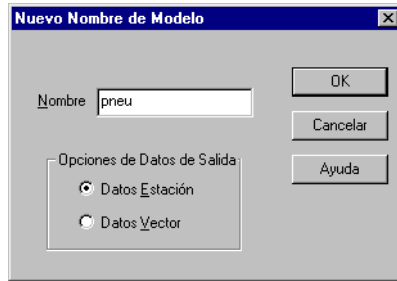

Figura 12.20. Cuadro de Diálogo Nuevo Modelo
4. En Nombre de Nuevo Modelo, Figura 12.20, haga click en **Datos de Estación** e ingrese **pneu** como nombre de modelo.